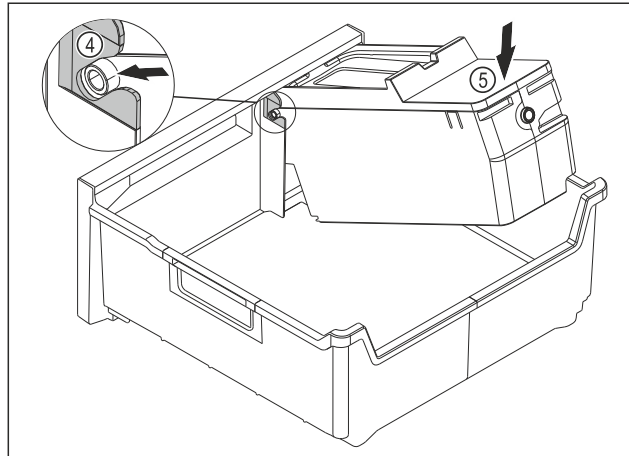

Fig. 109
- ▶ Montaż korpusu EasyTwist-Ice: Wsunąć osie korpusu EasyTwist-Ice w prowadnice Fig. 109 (4).
- ▶ Docisnąć korpus EasyTwist-Ice Fig. 109 (5) z tyłu do dołu.